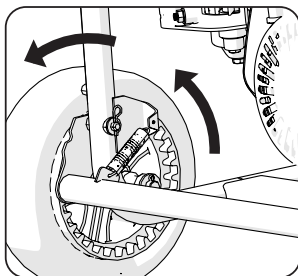

Fig. 3
- Verificare il funzionamento del freno della ruota premendolo e rilasciandolo diverse volte, facendo girare le ruote tra le varie fasi. Il freno deve bloccare saldamente entrambe le ruote. (Fig. 3)